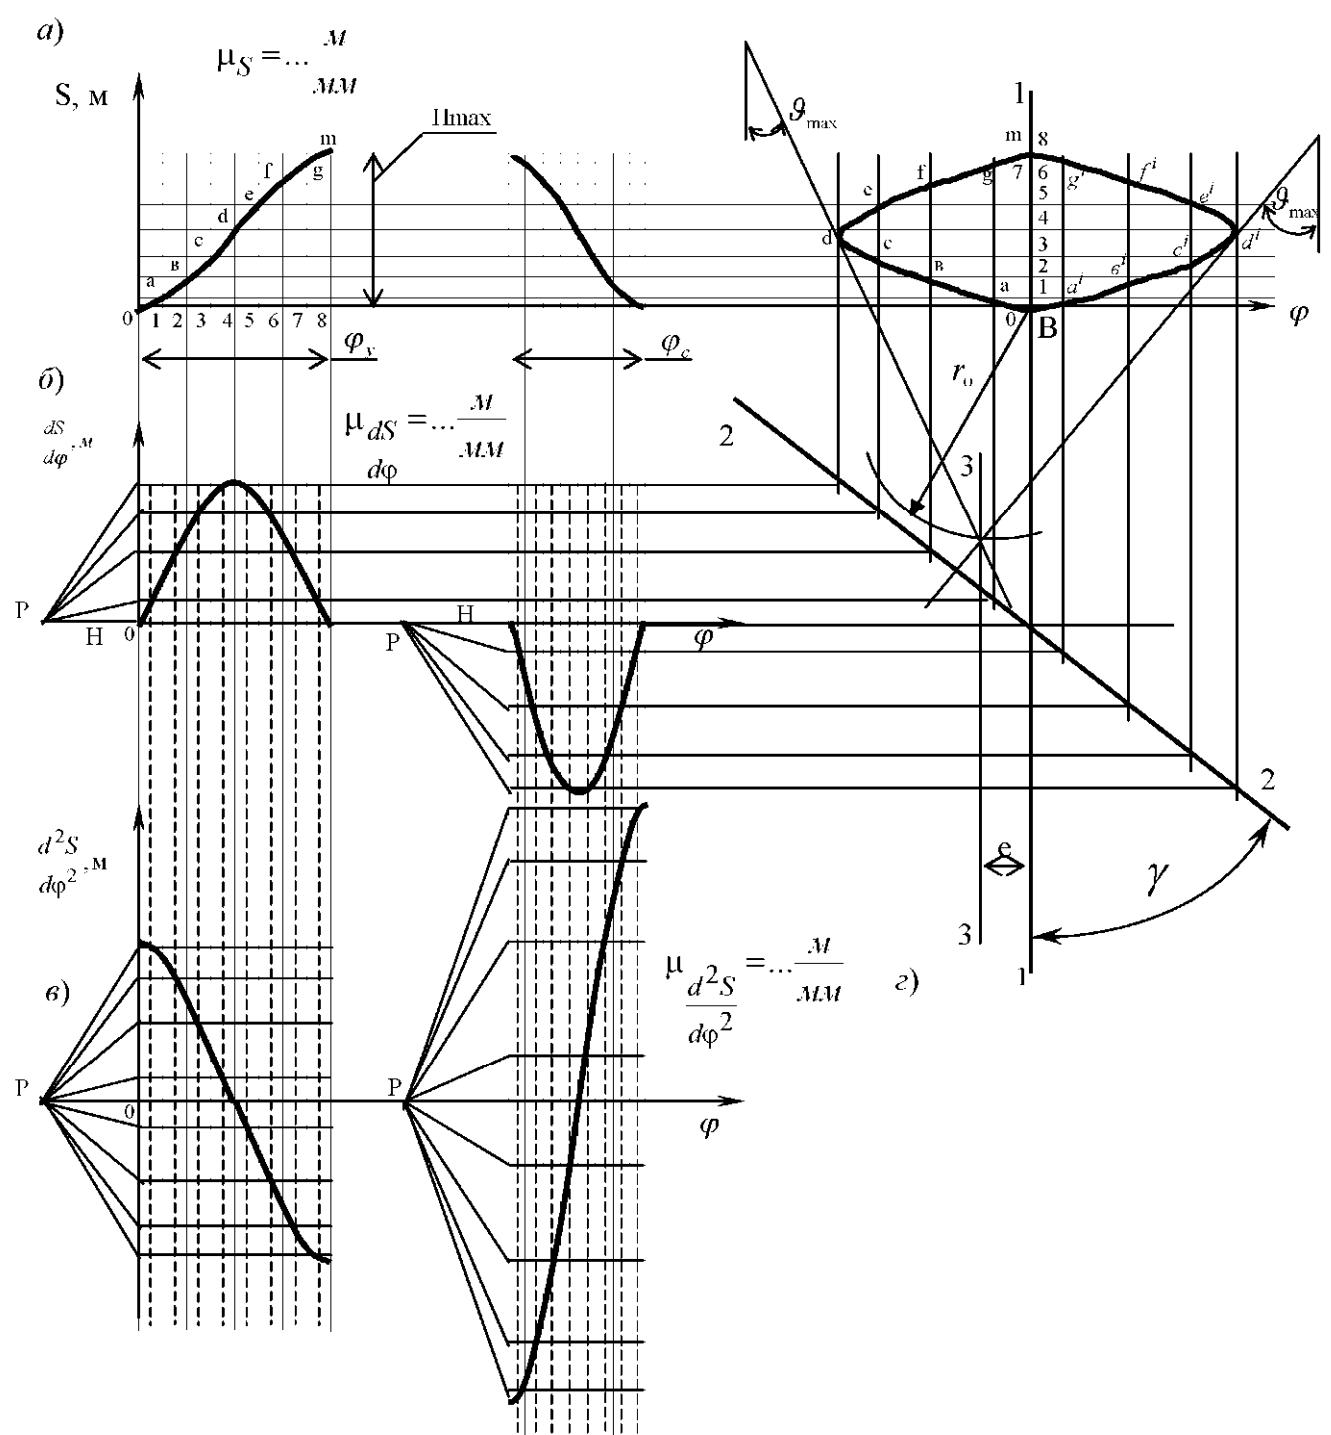

Рис. 2. Определение угла давления
8. Построить диаграмму перемещений, проходимых толкательем в зависимости от угла поворота кулачка (рис. 2, а).
9. Построить диаграммы аналога скорости $\frac{dS}{d\phi} f(\phi)$ и аналога ускорений $\frac{d^2S}{d\phi^2} f(\phi)$ (рис. 2, б, в).
10. Построить характеристику углов давления. Определить угол давления ψ (рис. 2, г).
Если кулачок вращается по направлению движения часовой стрелки, то угол γ откладываем по правую сторону прямой 1-1, если кулачок вращается против направления движения часовой стрелки, то угол γ откладываем по левую сторону прямой 1-1. Построим характеристику углов давления (см. рис. 2, г).